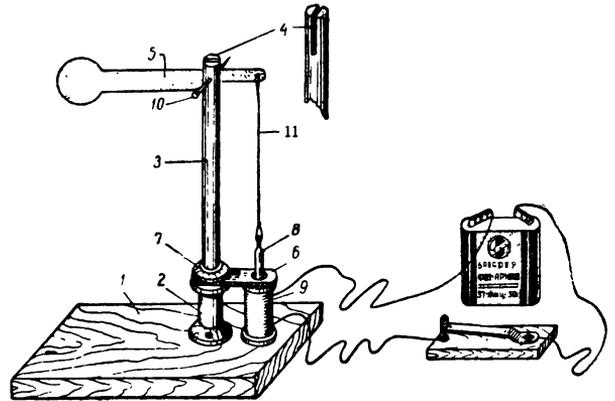

Рис. 102. Семафор-автомат:
Устройство семафора-автомата показано на рис. 102.
Теперь снимите катушку с электромагнита. Катушка обладает свойством втягивать в себя железные предметы. Это свойство мы и используем для нашего автомата. Катушку (9) установите на панель, предварительно выбрав кончиком перочинного ножа на панели лунку под нижний венчик катушки (рис. 102).